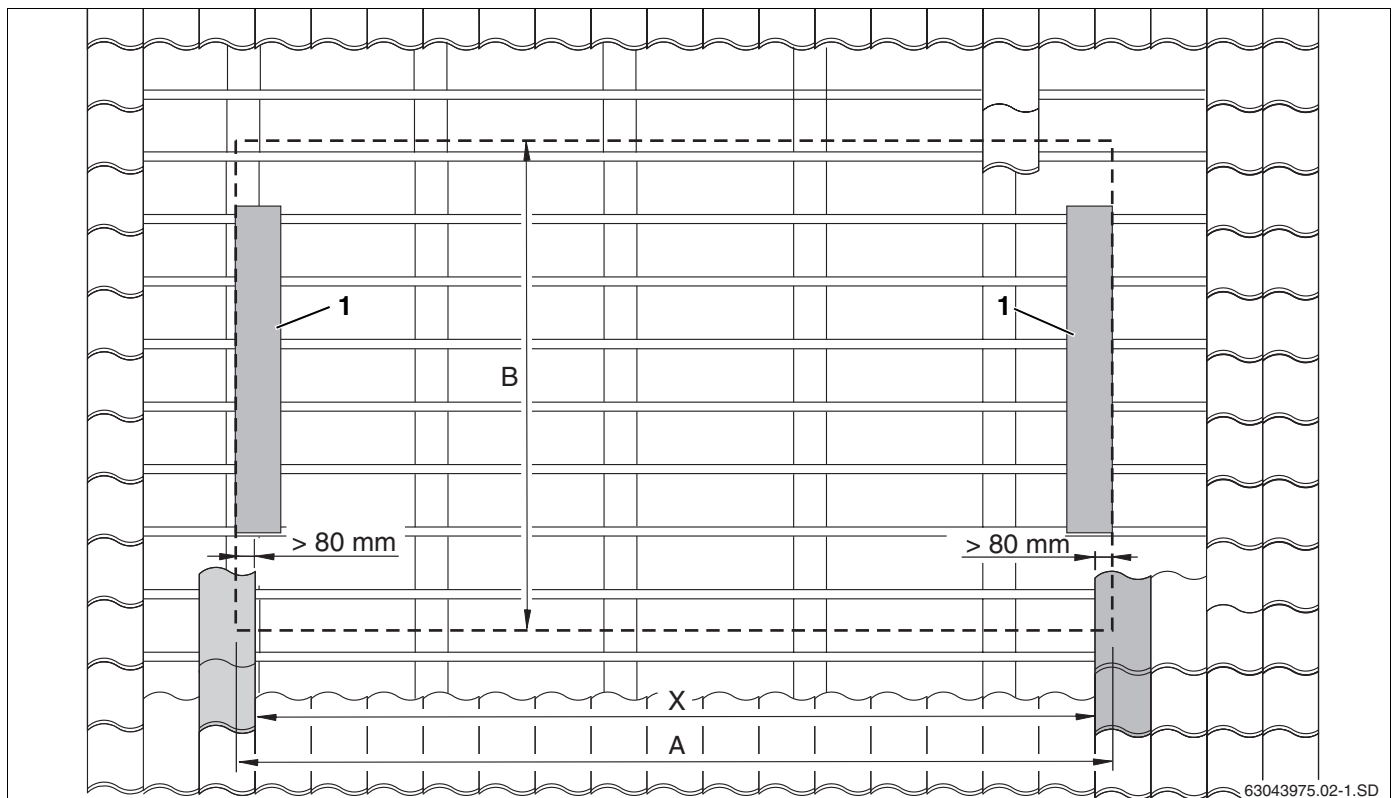

Fig. 8 Determinación de la posición exacta del campo de colectores
- Calcule la medida X (distancia entre tejas situadas sobre las chapas protectoras laterales, fig. 8, **pos. 1**) sobre el tejado y transfírela al mismo.
- Teniendo en cuenta la medida B (fig. 8), determinar la fila inferior de tejas (fig. 8, **pos. 2**).